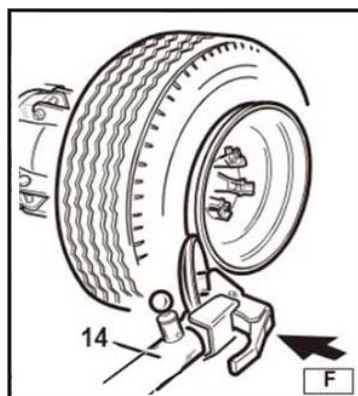
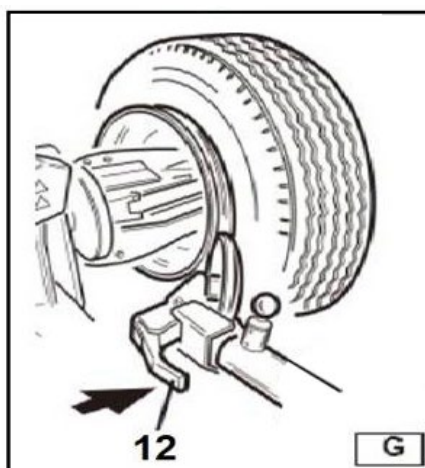

Рисунок 17
Рисунок 18
– Установите кронштейн съемного рычага крышки 14, (рис.17) в рабочее положение и дайте ему зафиксироваться.
– Используя панель управления, маневрируйте колесом до тех пор, пока внешняя часть обода не появится из-за диска (рис. 17).
– Отведите кронштейн съемного рычага крышки 14, (рис.17) в сторону и установите его в не рабочее положение, отжав его установочную рукоятку, затем переведите его во второе рабочее положение (рис. 18).